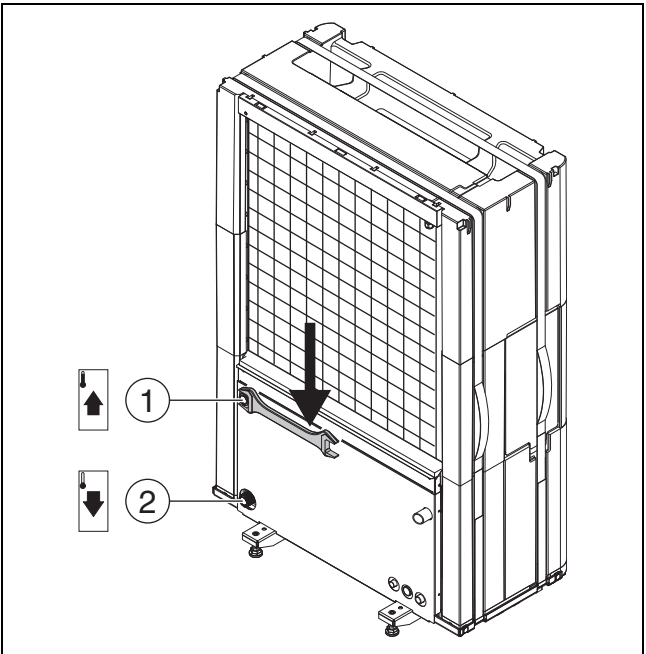

Fig. 15 Raccordements des tuyaux de fluide caloporteur, valables pour toutes les tailles
- Raccorder le départ de l'unité intérieure à la sortie de fluide caloporteur de la pompe à chaleur (→ [1], fig. 15).
- Raccorder le retour de l'unité intérieure à l'entrée de fluide caloporteur de la pompe à chaleur (→ [2], fig. 15).
- Serrer les raccords des tuyaux de fluide caloporteur à un couple de serrage de 120 Nm. Orienter la force vers le bas (→ fig. 15) pour éviter la charge latérale du condenseur.